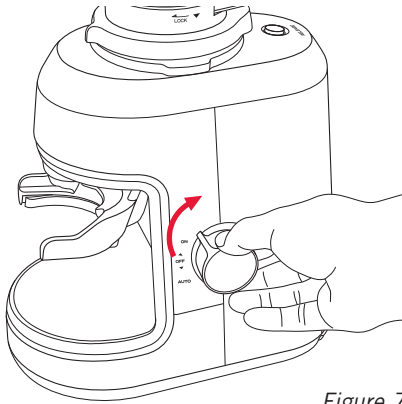

Figure 7
11. Pour moulinner le café sans interruption, tournez le bouton de commande sur « On ». Voir figure 7.